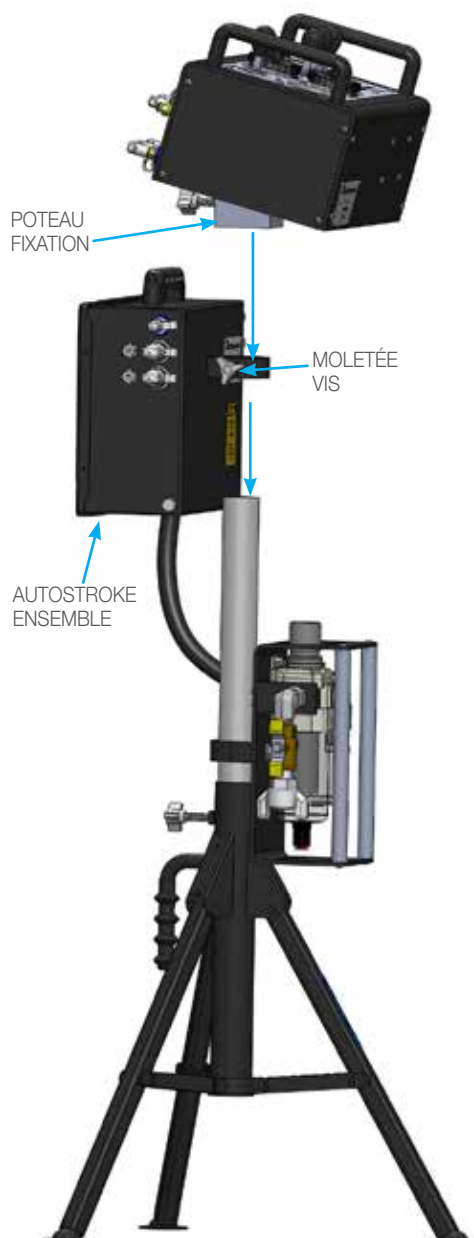

FIGURE 2
2. Glissez l'ensemble AutoStroke sur le poteau de fixation, côté autocollant à l'opposé du FRL. Serrez ensuite à la main la vis moletée. Glissez ensuite l'ensemble de commande pour le reposer sur le poteau de fixation. Serrez ensuite à la main la vis moletée pour fixer l'ensemble de commande sur le poteau de fixation. **(Figure 2)**
2. Raccordez le flexible LONG de DI 1/4" au raccord repéré « **CLAMP** » à droite de l'AutoStroke et l'autre extrémité au raccord « **CLAMP** » de l'ABX-3L. Insérez les extrémités des tuyaux de 1/4" **NOIR** et **ROUGE** dans les raccords enfichables à droite de l'AutoStroke. Poussez les extrémités opposées de chaque tube dans les raccords enfichables étiquetés du distributeur en haut de l'ABX-3L. Raccordez les conduites de 1/2" **NOIR** et **ROUGE** à droite de l'AutoStroke repérées « Forward » et « Reverse » et raccordez les extrémités opposées au distributeur sur l'ABX-3L. (**Figures 2 et 3**)